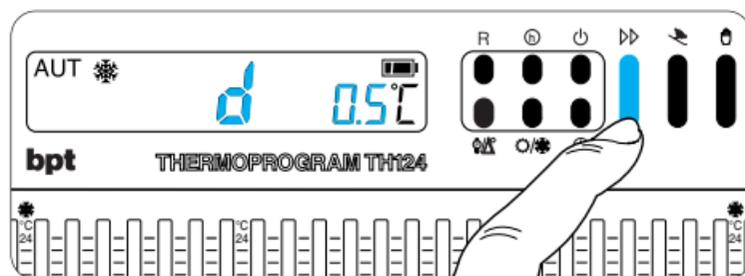

Fig. 14
4.2 - Premere il pulsante ▶▶ (fig. 14) sino a che non si raggiunge il valore desiderato. Dopo circa 10 s o premendo il pulsante ⊕/Δ sul display vengono visualizzate l'ora e la temperatura ambiente.